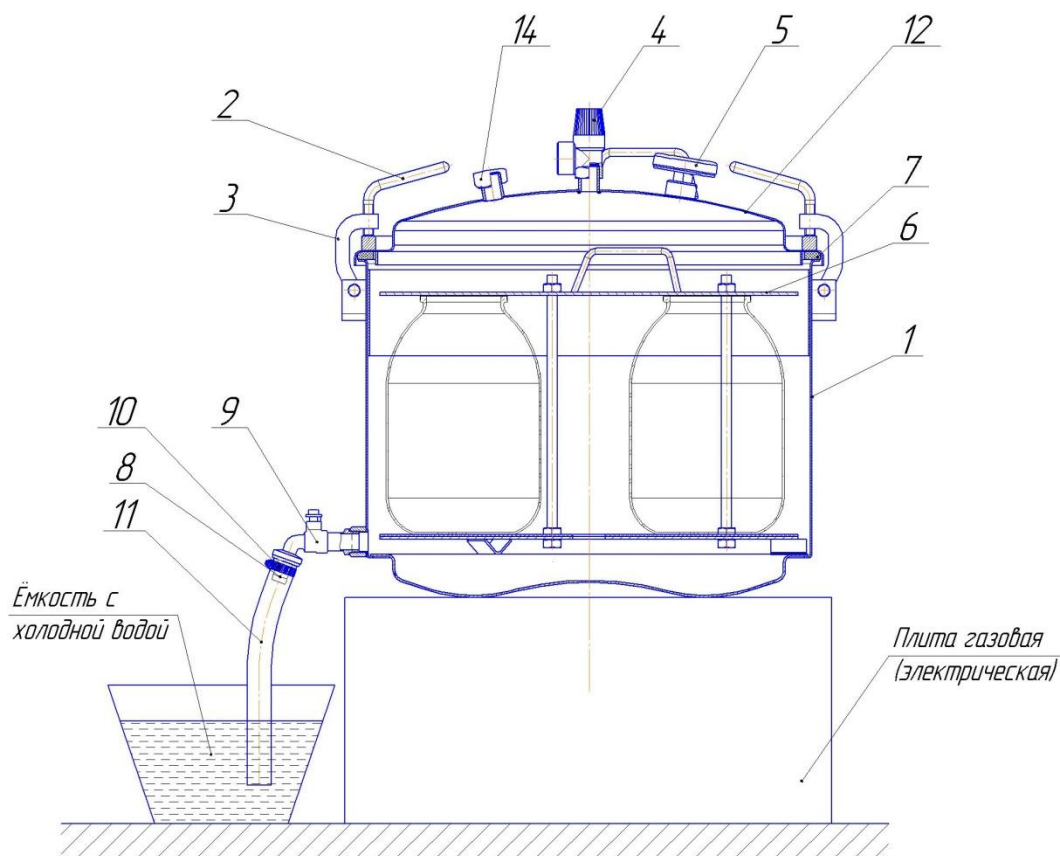
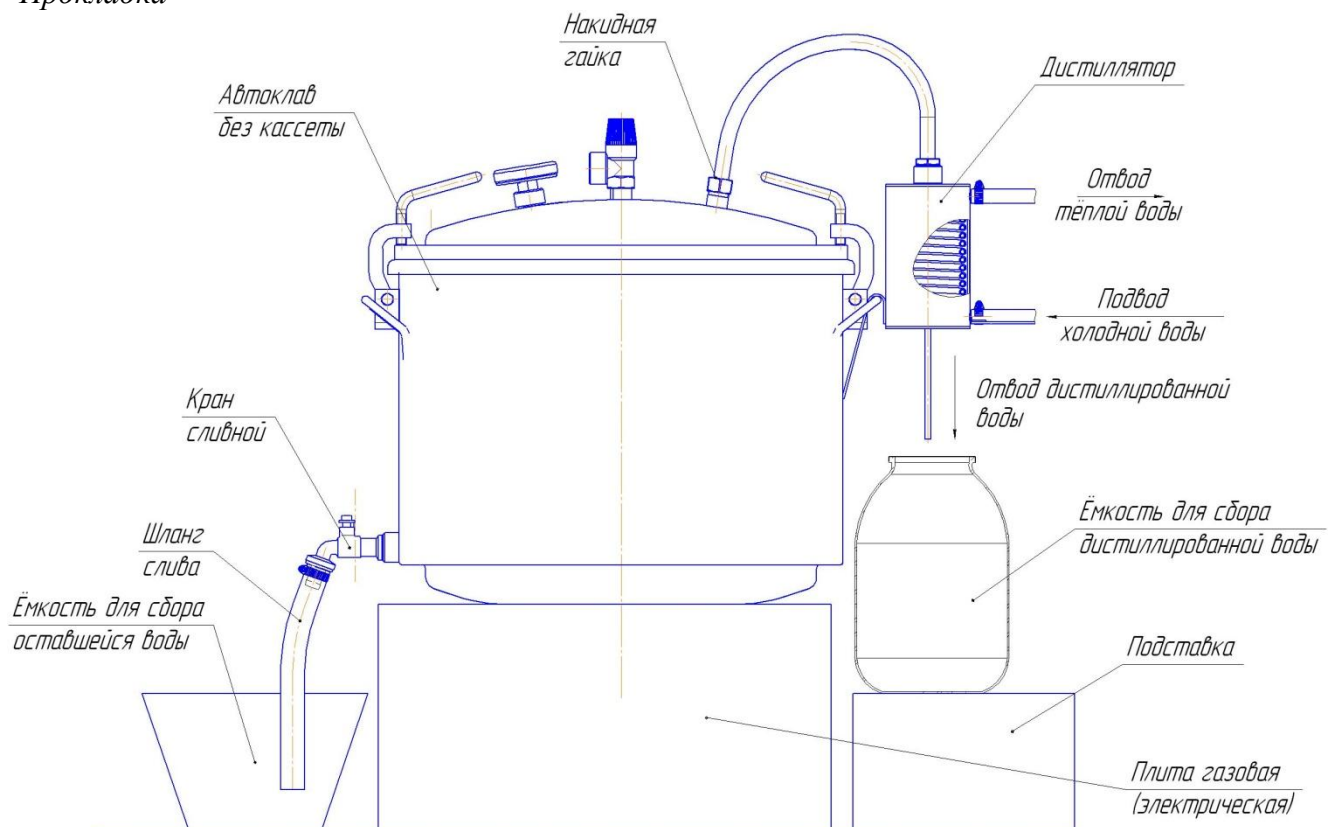

Рис. 1. Схема автоклава в сборе
Рис. 3 Автоклав в сборе с дистиллятором.
4.3. Для защиты от брызг и пара при сливе воды с температурой свыше 100 °С, конец шланга слива 11 (рис.1) опустить в ведро (или другую ёмкость) с небольшим количеством холодной воды (водяной затвор) и закрепить его (например, привязав шланг к ручке ведра), иначе возможны хаотичные движения шланга с выбросом пара и горячей воды во все стороны в первые минуты слива воды.
- не откручивать упоры крышки 2 (рис. 1).
- при необходимости сбросить давление в автоклаве до полного прекращения выхода пара, повернув головку предохранительного клапана 4 (рис. 1) (для предосторожности попадания пара на руку надеть защитную перчатку);
- отвинтить упоры крышки 2 (рис. 1), отбросить прижимы 3 и снять крышку 12;
5.3. Для исполнений автоклава -01, -02 проверить затяжку заглушки с прокладкой 14 (рис. 1).
5.8. Снять крышку 12 (рис.1) и налить в корпус 1 (рис.1) примерно 20 литров воды.
5.9. Установить крышку 12 (рис.1) на место свободно без прижима.
5.16. Набросить на крышку прижимы 3 с упорами 2 (рис.1) и, равномерно крест-накрест затягивая упоры 2 прижать крышку к корпусу.
5.18. Поддерживать температуру стерилизации в течение времени, рекомендуемого в выбранном Вами рецепте. Контроль температуры осуществлять по стрелочному термометру 5 (рис.1), поддерживать её постоянной, регулируя силу пламени горелки. Время контролировать по часам.
- открыть кран 9 (рис.1) для слива воды, который снабжён штуцером-жиклёром 8), обеспечивающим слив воды за 20-30 минут, смотри пункт 4.3.
5.20. После остывания автоклава до 95°С повернуть головку предохранительного клапана 6 (рис.1) не достигая щелчка, дождаться сброса давления в автоклаве. Эти действия позволят продолжиться процессам: слива воды и более интенсивному остыванию кассеты с банками.
5.22. Отвинтить упоры 2 (рис.1), отбросить прижимы 3, снять крышку 12.
5.23. Вынуть кассету 6 (рис.1) из автоклава и установить в безопасное место для дальнейшего остывания .
5.26. В случае затруднения сброса воды, перед следующей стерилизацией необходимо промыть штуцер-жиклёр 8 сливного крана. Для этого: открутить штуцер-жиклёр 8 (рис. 1), тщательно промыть его проточной водой. После чистки и мойки, установить его на кран.
6.1. Убрать из автоклава кассету 6 (рис. 1).
6.5. Поставить крышку 12 на место, убедиться в правильной её установке. Набросить на крышку прижимы 3 с упорами 2 (рис.1) и, равномерно крест-накрест затягивая упоры 2 прижать крышку к корпусу.
6.6. Собрать дистиллятор (рис. 3), предварительно удалив заглушку с прокладкой 14 (рис. 1). Проверить плотность соединения гибкого металлического шланга, трубок и крышки автоклава.
6.11. При появлении пара из конца отводящей трубки открыть водопроводный кран и заполнить рубашку конденсатора водой до выхода её из сливной трубки (рис.3).
6.12. При появлении первых капель дистиллированной воды из отводящей трубки (рис.3) отрегулировать расход воды через конденсатор так, чтобы из отводящей трубки не выходил пар. Поддерживать постоянную температуру воды в корпусе автоклава регулируя силу пламени горелки.
6.13. При получении необходимого количества дистиллированной воды необходимо выключить горелку и дождаться прекращения процесса кипения в автоклаве. При этом перестает капать вода из отводящей трубки (рис.3).